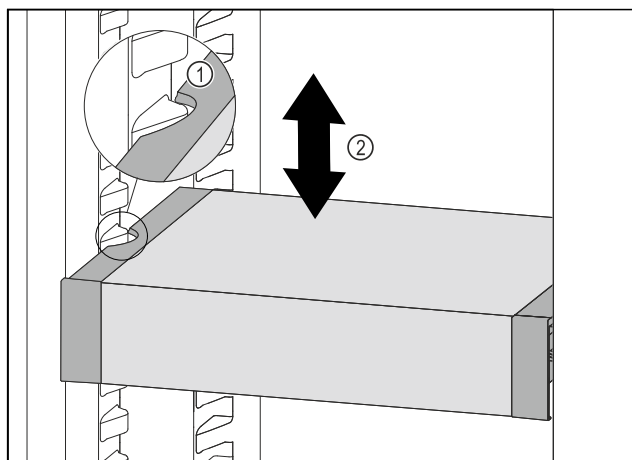

Fig. 243
- Dra VarioSafe framåt tills sidofördjupningarna på VarioSafe är i samma nivå som behållarlisterna i kyldelen. Fig. 243 (1)
- Förflytta VarioSafe uppåt eller nedåt i kyldelen tills önskad höjd har uppnåtts. Fig. 243 (2)